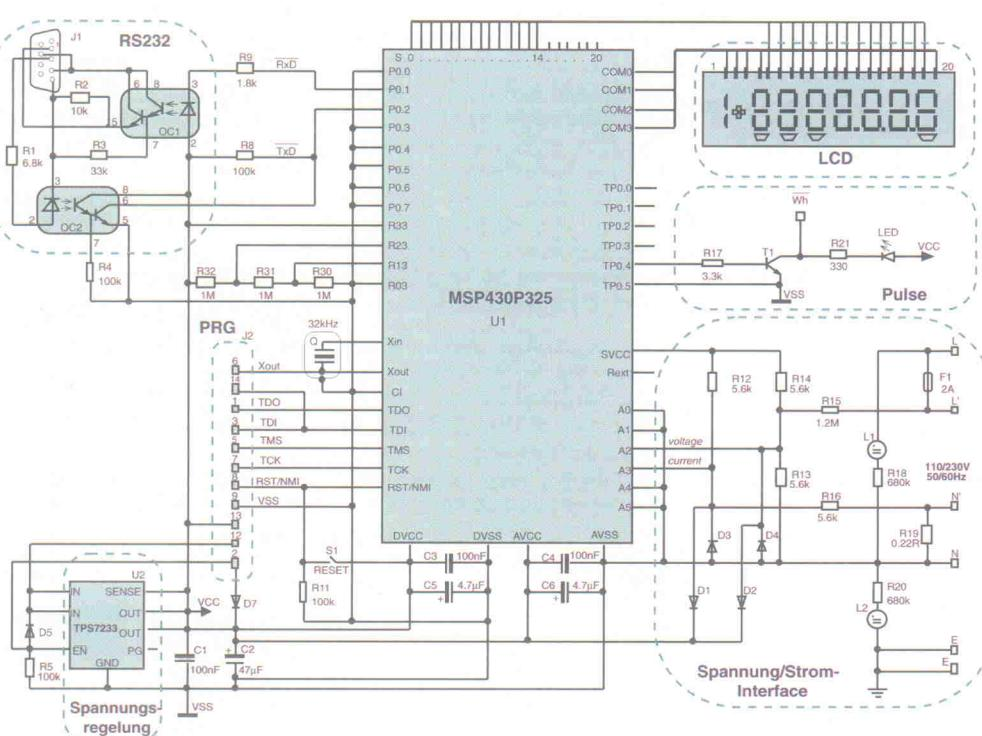

Bild 3. Gesamtaufbau – der 'kWh-Zähler' als Schaltung mit entkoppelter PC-Schnittstelle.
derstands R15 sind der Minimal- und Maximalwert der Sinusspannung sowie die Differenz zwischen der Analogmasse AVSS und der Spannung SVCC zu berücksichtigen (vgl. Kasten und Bild 3).
Kommunikation Platz (vgl. Schaltplan, Bild 3). Die Lampe L1 in der Schaltung signalisiert übrigens eine angeschlossene Netzspannung. L2 dient hingegen zur Warnung, wenn auf dem Anschluß für den Neutralleiter (N) versehentlich die Phase angeschlossen ist.